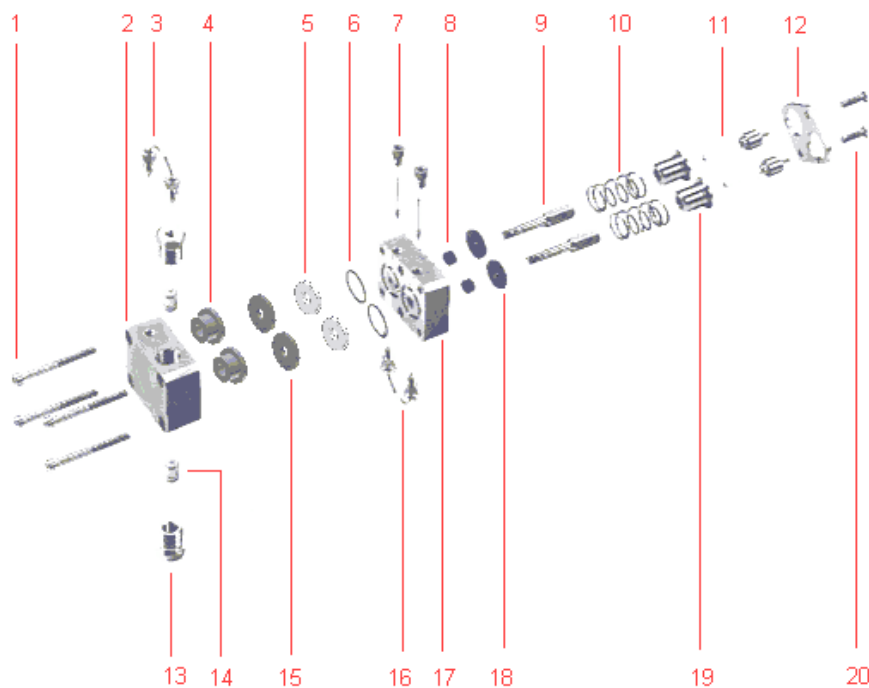

图 3 泵头的拆分图
- 2) 柱塞杆如图 3（11）所示，可使用钳子（镊子）拆下。用钳子夹住柱塞杆端部金属材料部分，并小心沿直线拉出。
泵头拆分结构如图 3 所示
3. 松开两个“固定板螺钉”图 3（20），轮流松动每次大约半圈，以避免损坏“固定板”。
5. 由于固定板下有弹簧的作用 图 3（10），拧松螺钉的过程应轮流进行，拆走螺钉。
6. 拆走固定板，图 3（12）。
7. 此时，可拿走“弹簧导套”图 3（19）以及“弹簧”。
8. 使用扳手，松开“定位螺栓”图 3（9）。轮流松动每次大约半圈进行操作。
9. 拿走“后泵头”，图 3（17），并取出（15），（16）。
3. 安装“弹簧导套”图 3（19）和“弹簧”图 3（10）。
4. 安装“固定板”图 3（12）。
5. 插入并旋紧两个螺钉，过程中交替进行，因为板后弹簧图 3（10）有强大的弹力。
7. 小心地把柱塞杆插入，参看“柱塞杆”，图 3（11）不要使杆弯曲或骤冷。
3. 用手拧紧（若干圈）四个“泵头固定螺钉” 图 3（1）。
6. 确定四个“泵头固定螺钉” 图 3（1）可靠拧紧。